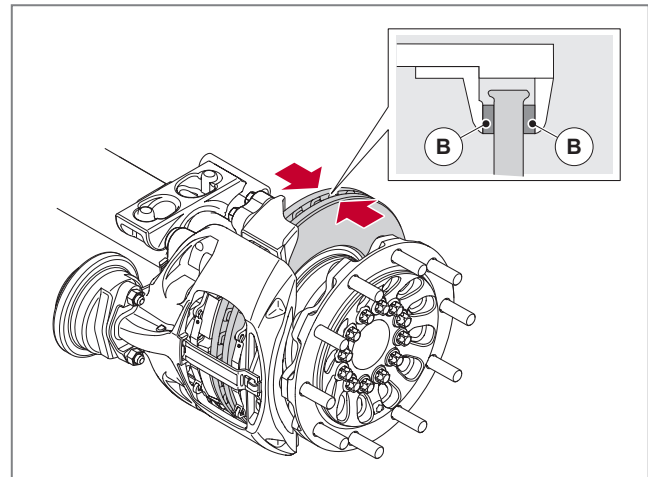

Abb. 19 - Brems Scheibenstärke messen
- Messen Sie die Brems Scheibenstärke mit Hilfe eines Messschiebers. Weist die Brems Scheibe eine Verschleißkante auf, kann die Messung mit Hilfe zwei Distanzhalter (B; z. B. 5 mm dicke Unterlegscheiben) durchgeführt werden, siehe ► Abb. 19. Die Gesamtstärke der beiden Distanzhalter (B) ist dabei vom Messergebnis abzuziehen.